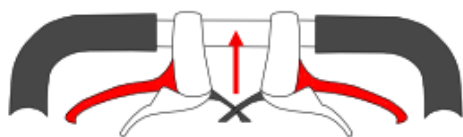

Fig. 1
- Pentru a bloca roțile, strângeți mânerul frânei superioare (fig.1).